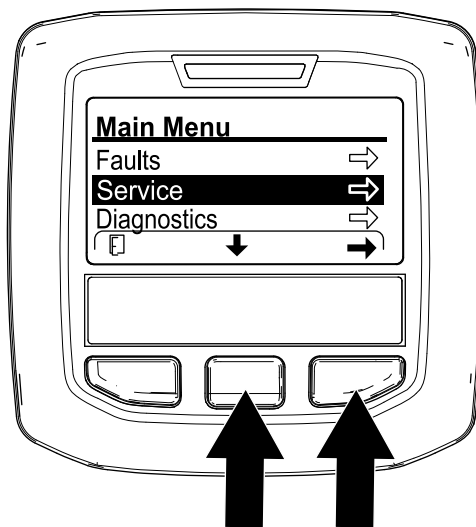

图 103
- 在 InfoCenter 信息中心内导航至 MAIN MENU 主菜单图 103。